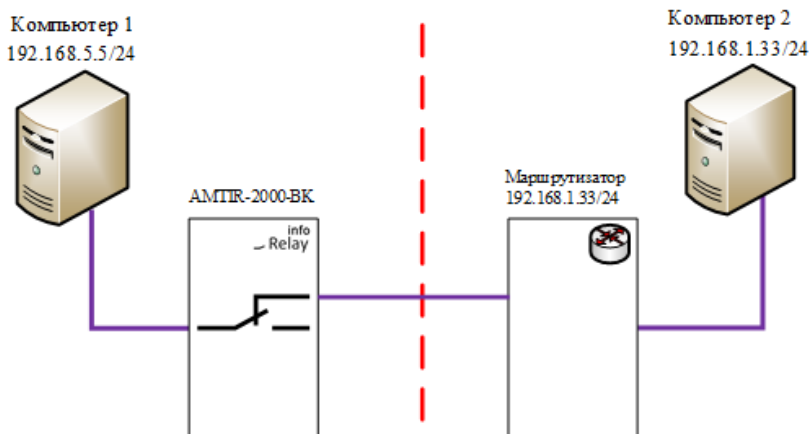

Рис. 11. Изоляция участка сети
- Использование Изделия для изоляции участков сетей, например при обнаружении сетевых угроз, Рис. 11. В данном случае обязательно применение AMTR-2000-